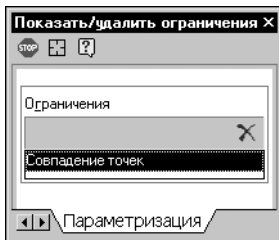

Рис. 62.49. Связи и ограничения размера
8. Чтобы убедиться в этом, просмотрите его связи (рис. 62.49).